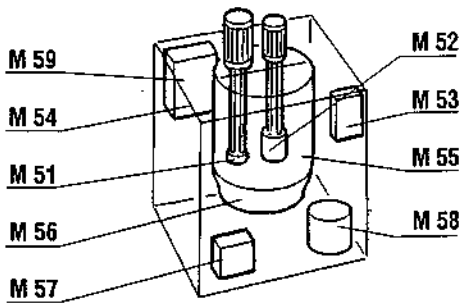

Figura n. 3
2.2 Descrizione componenti interni (Figura n. 3 e n. 4)